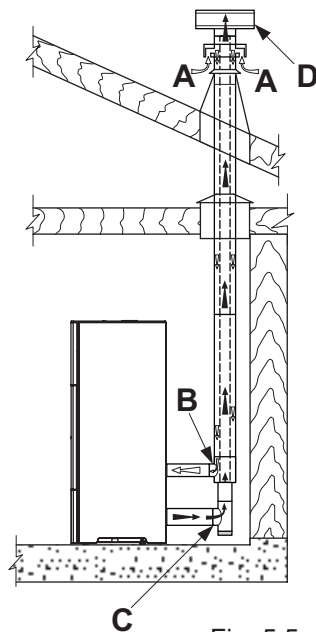

Fig. 5.5
- canalizar el aire comburente aprovechando un tubo de descarga coaxial para la expulsión de los humos y la extracción del aire; por lo tanto, no es necesario realizar una toma de aire clásica en el local (fig. 5.5 A, B=Entrada aire C,D=Salida humos);
canalización del aire comburente exterior (fig. 5.5 A,B=Entrada de aire C,D=Salida de humos).